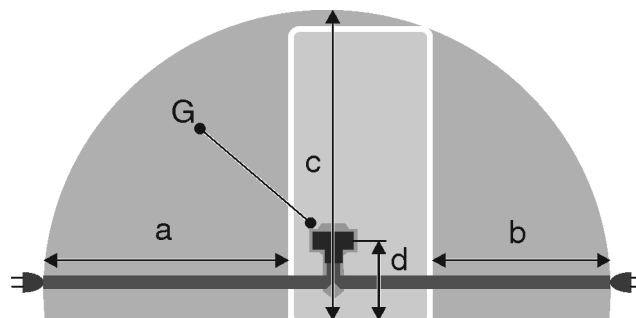

Fig. 55 *
- Розетка находится не за устройством, а в зонах a или b *Fig. 55 (a, b, c)*.
- ▶ Штекер устройства *Fig. 55 (G)* подсоедините с задней стороны устройства. Следите за правильной фиксацией.